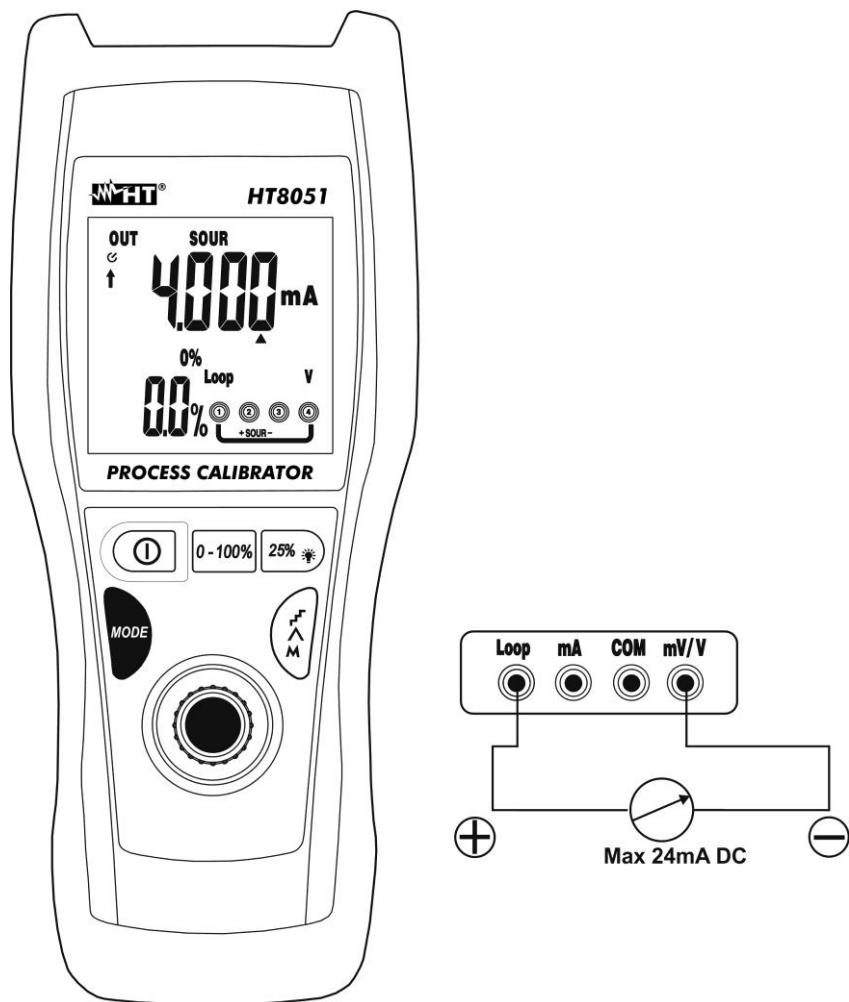

Fig. 6: Geração de Correntes CC
5. Colocar a ponteira verde e a ponteira preta, respectivamente, nos pontos com potencial positivo e negativo do dispositivo externo que deve receber a alimentação (ver Fig. 6).
6. Para a geração do valor negativo da corrente rodar as ponteiras de medida no sentido oposto em relação à ligação da Fig. 6